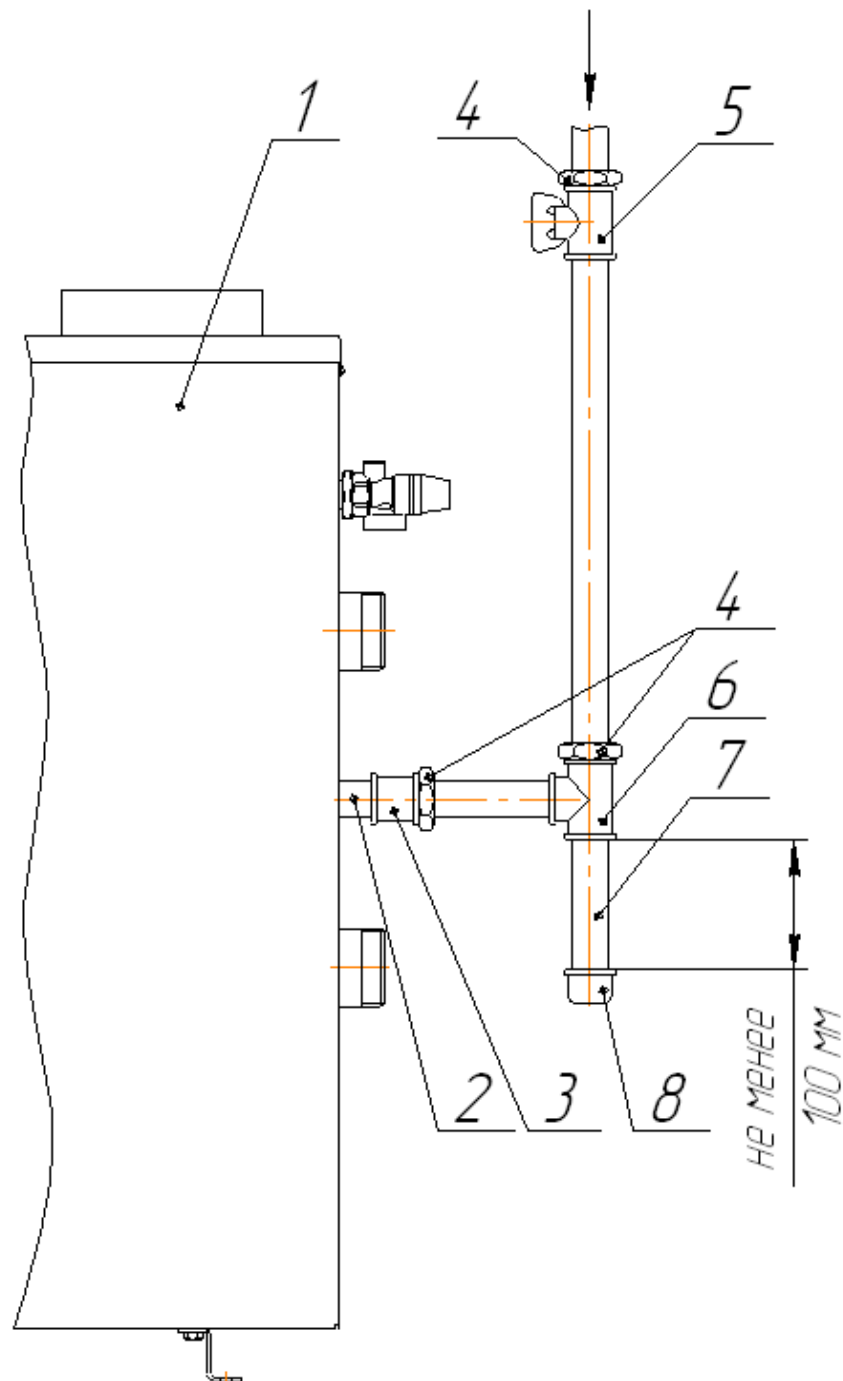

Рис. 9 Схема подсоединения котла к газопроводу
5.8 На газоподводящей трубе перед котлом обязательно должен быть установлен газовый кран, перекрывающий доступ газа к котлу (см. рис. 9).
5.9 Рекомендуется на входе газопровода в котел устроить ловушку-отстойник (см. рис. 9).
6А.2 На входе в котел /клапан/ обязательно нужно устроить конденсатную ловушку (см. рис. 9).